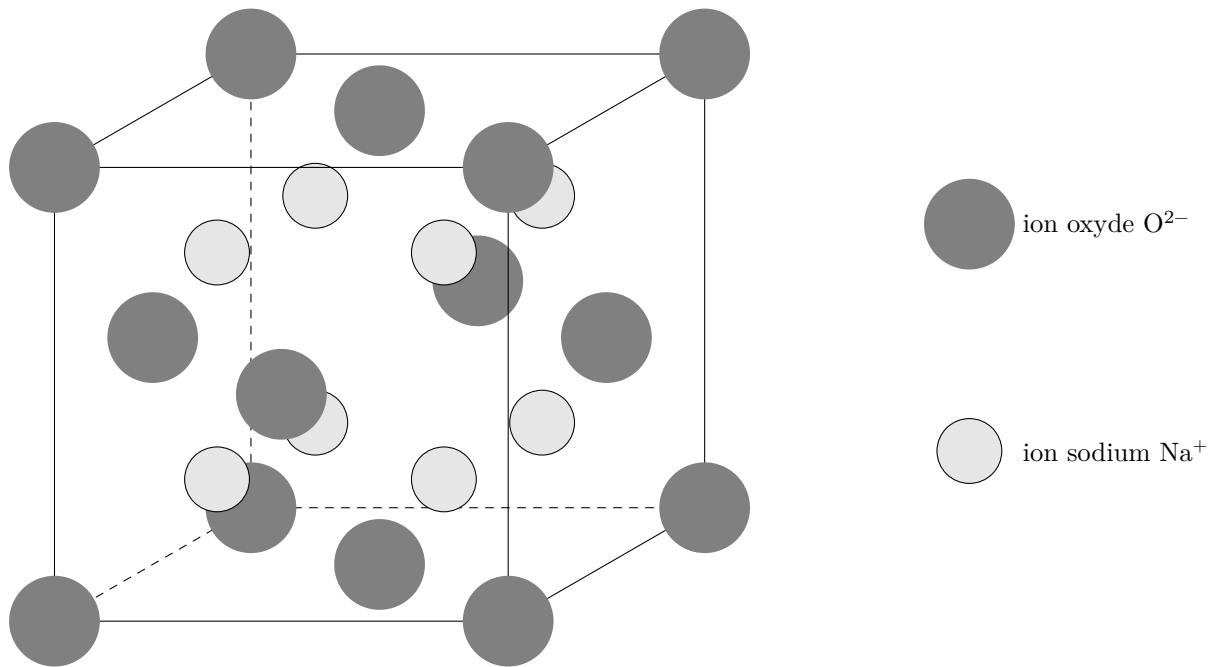

Figure 6 Maille de l'oxyde de sodium
En contact avec l'air sec, le sodium s'oxyde naturellement. La maille de cet oxyde est représentée figure 6.
**Q 25.** À partir de l'étude de la maille de la figure 6, donner la formule chimique de l'oxyde de sodium.